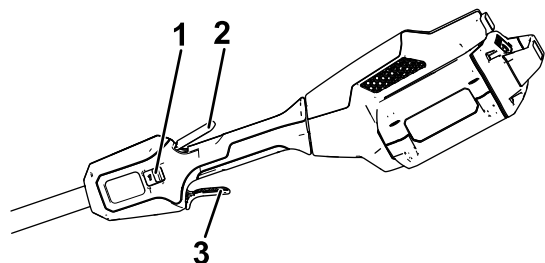

Bild 8
4. Drücken Sie zum Anlassen des Freischneiders die Arretierungstaste und drücken Sie dann den Auslöser für die variable Geschwindigkeit (Bild 8).